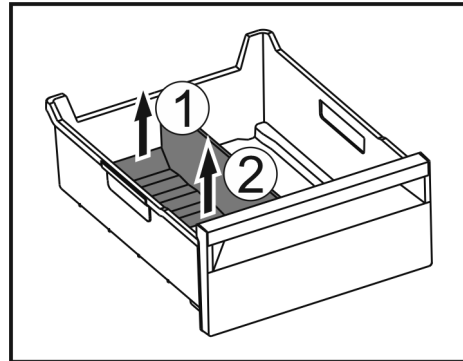

Fig. 114
- Levantar la parte posterior del separador para congelador. Fig. 114 (1)
- Extraer el separador para congelador hacia arriba. Fig. 114 (2)